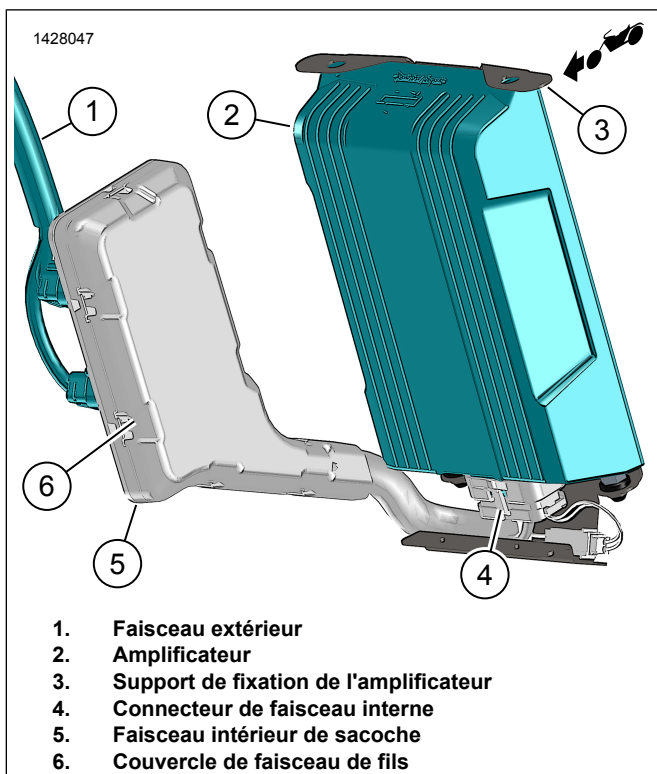
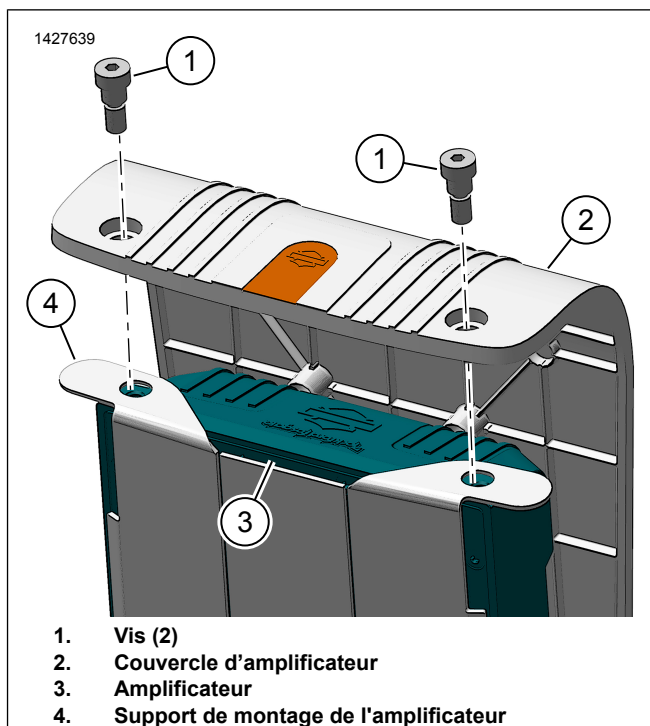

Figure 7. Ensemble amplificateur de la sacoche gauche
Figure 9. Couvercle d'amplificateur
6. Voir la figure 7. Raccorder le connecteur du faisceau intérieur (4) à l'amplificateur (2).
7. Installer l'amplificateur (2) sur le support de montage (3).
8. Voir la figure 9. Monter le couvercle de l'amplificateur (2).
9. Poser les vis (1). Serrer.
10. Voir la figure 7. Installer le couvercle du faisceau de fils (6).
Voir la figure 7. Veiller à ce que le faisceau de fils passe dans la zone de l'amplificateur inférieur sans se coincer ni se plier. Le faisceau ne doit pas soulever le couvercle du faisceau de fils (6) protégeant le faisceau intérieur (5).